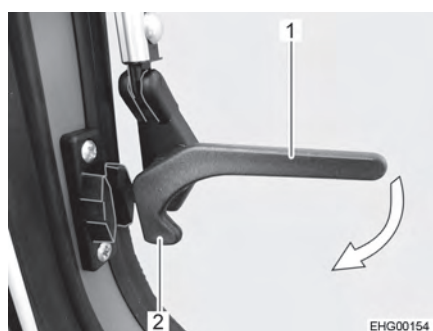

Fig. 41 Leva di serraggio, laterale (posizione "Aperto")
- Ruotare la leva di serraggio laterale (Fig. 41,1) di un quarto di giro verso il telaio della finestra, finché il nasello di chiusura (Fig. 41,2) si innesta.